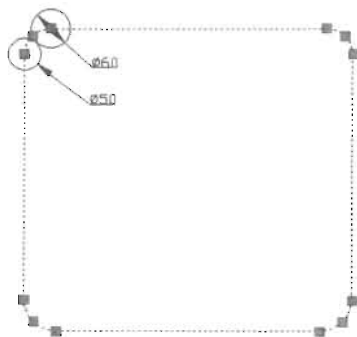

图 4-78
(3) 单击“绘图”工具栏中的“圆”按钮, 分别捕捉圆弧两边的端点为圆心, 绘制直径为 60 和直径为 50 的圆, 如图 4-78 所示。